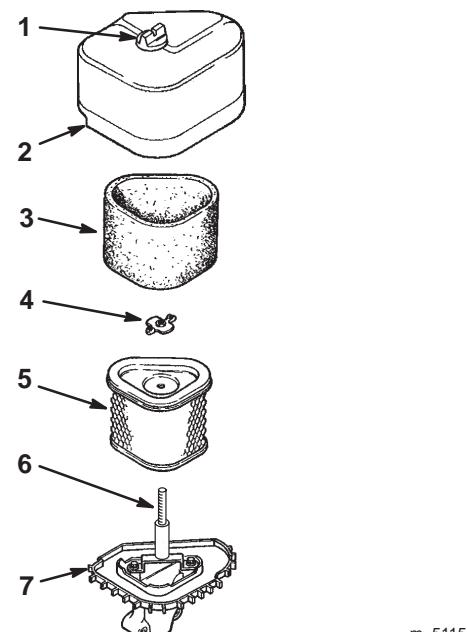

Figure 19
3. Nettoyez la surface autour du filtre à air pour éviter que des impuretés ne s'introduisent dans le moteur et l'endommagent. Dévissez le bouton et déposez le couvercle du filtre à air (Fig. 19).
4. Enlevez l'écrou papillon et retirez l'ensemble élément en mousse et élément en papier du goujon (Fig. 19).
5. Enlevez délicatement l'élément en mousse de l'élément en papier (Fig. 19).
1. Glissez délicatement l'élément en mousse sur l'élément en papier (Fig. 19).
2. Posez l'ensemble filtre à air sur sa base (Fig. 19).
3. Reposez le couvercle du filtre à air et fixez-le en place avec l'écrou (Fig. 19).